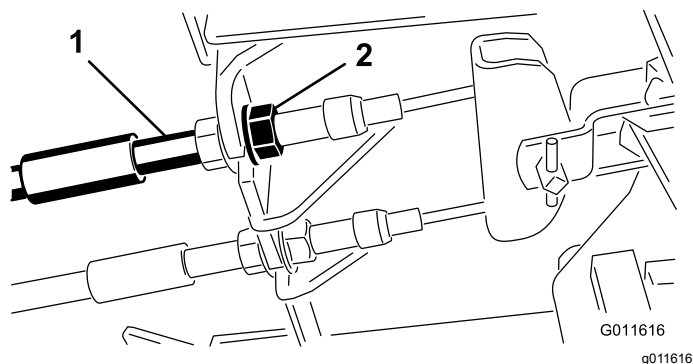

Figura 47
1. Per ridurre il gioco dei pedali del freno, stringete i freni allentando il dado anteriore sull'estremità filettata del cavo del freno (Figura 47).